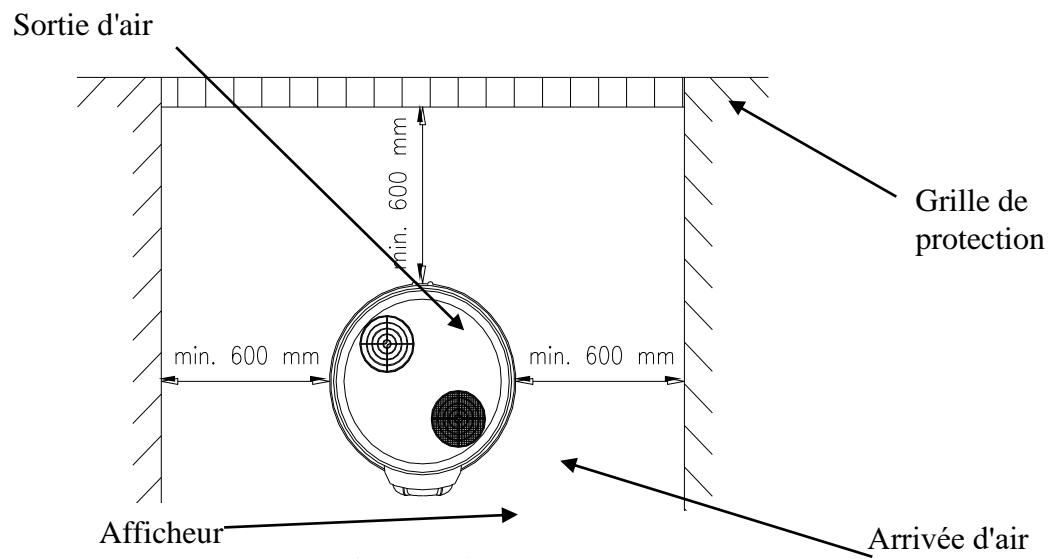

Figure 2.4-1.
- r) Fixation des pieds : assurez-vous que le sol est plat et suffisamment solide. A l'aide du « gabarit de perçage » (annexé au livret de l'appareil) marquez la position de fixation des pieds, en gardant à l'esprit les dimensions de construction indiquées sur les figures 2.4-1 et 2.4-2.) du livret de l'appareil. Fixez les 3 fixations de pieds livrées avec l'appareil avec une vis d'au moins 8M et avec des tubes de fer forés dans le sol (M8X75), dans la position décrite à la figure 2.4.-3. Réglez les pieds réglables de l'appareil à environ 26 mm (cf. figure 2.4-5.)